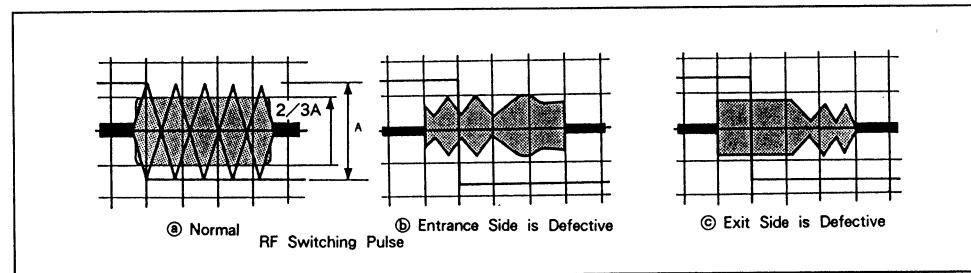

Abb. 2.27
Schalten Sie den Schalter "Shift" des Track-Shift-Monitor ein, spielen Sie ein Justierband zur Spurhalte-Einstellung (WR5-1C) ab und drehen Sie den Pegelsteller auf des Track-Shift-Monitor so, daß das HF-Signal 2/3 der Amplitude erreicht, die in der Betriebsart Wiedergabe nach dem Ausschalten des Schalters "Shift" (OFF) erreicht wird (siehe Abb. 2.27 (a)). Vergewissern Sie sich, daß das Signal sowohl an der Eingangs- als auch der Ausgangsseite flach verläuft (Abb. 2.27 (a)). Falls dies nicht so ist, führen Sie die Einstellung wie folgt durch.
- Wenn das Signal an der Eingangsseite nicht flach verläuft (Abb. 2.27 (b)) führen Sie die Feineinstellung wie in Punkt 2.28.4 beschrieben durch, nachdem die Grobeinstellung der Spurhaltung der Eingangsseite wie in 2.28.2 beschrieben durchgeführt wurde.
- Wenn das Signal auf der Ausgangsseite nicht flach verläuft (Abb. 2.27 (c)) führen Sie die Feineinstellung wie in Punkt 2.28.4 beschrieben durch, nachdem die Grobeinstellung der Spurhaltung der Ausgangsseite wie in 2.28.3 beschrieben durchgeführt wurde.